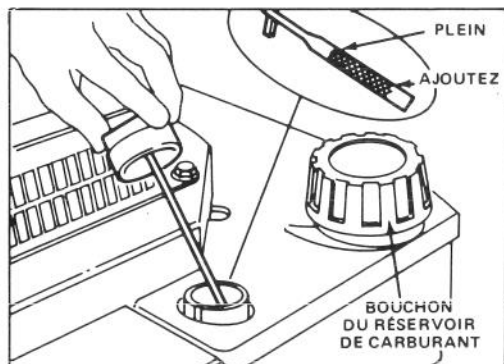

Figure 6
Avant chaque usage, s'assurer que le niveau d'huile se situe entre les repères ADD et FULL (Fig. 6). Ajoutez de l'huile si le niveau est bas.
et vérifiez le niveau d'huile (Fig. 6). Si le niveau est bas, ajoutez une quantité d'huile qui soit tout juste suffisante pour amener le niveau à la marque FULL (PLEIN) sur la jauge d'huile.
1. VERIFICATION DU NIVEAU D'HUILE — Maintenir le niveau d'huile entre les repères ADD et FULL sur la jauge (Fig. 6).